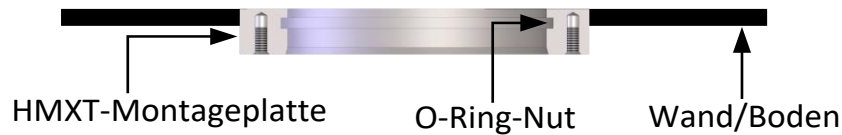

Abbildung 23: Bündig montierte Montageplatte
1. Sobald die Montageplatte an die Einbauposition geschweißt wurde, stellen Sie sicher, dass sie bündig zur Innenfläche abschließt (Abbildung 23).